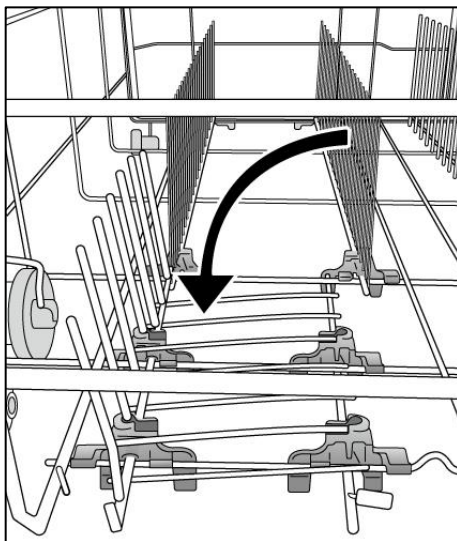

Fig. 6
- Ligue a mangueira de esgoto de água ao sistema de esgoto de água, tendo o cuidado de não deixar que a mangueira fique torcida (fig. 6).
- Recomendamos a utilização de sifões anti-odores (fig. 6 X). Se necessário, poderá prolongar a mangueira de esgoto da água até ao máximo de 2,5 m de comprimento, tendo porém o cuidado de nunca colocar a mangueira a uma altura superior a 85 cm do chão. A extensão da mangueira é fornecida pelo serviço Após Venda.
- A extremidade curva da mangueira de esgoto poderá ser apoiada à borda de um lavatório (a fim de evitar o refluxo da água durante o programa de lavagem, deverá sempre certificar-se de que a extremidade da mangueira não se encontra dentro de água. Vide a (fig. 6 Y).
- Sempre que a máquina seja instalada sob uma bancada continua a curva deverá ser fixada imediatamente abaixo da bancada, num ponto o mais alto possível (fig. 6 Z).
Para posicionar corretamente o cesto para talheres, baixe os suportes frontais dobráveis, conforme ilustrado na fig. 6, para garantir a máxima estabilidade.